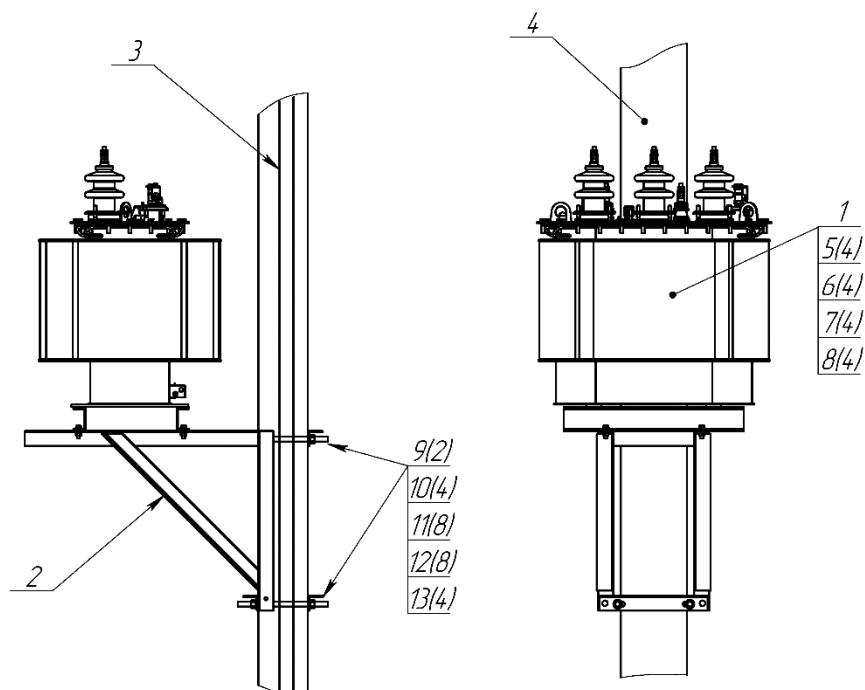

Рис.4. Монтаж силового трансформатора.
8.2.4. Установить раму поз. 2 на опору, затем трансформатор поз. 1 на раму поз. 2 (Рис. 4 Приложение В).